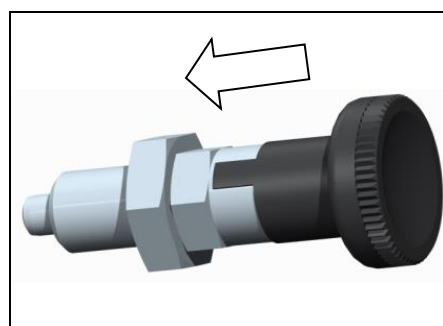

Abb. 5.6
3. Den Sperreinsatz wieder einsetzen (Abb. 5.6).